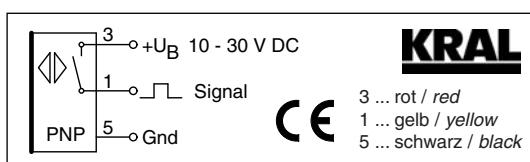

Abb. 9 Anschlusssschaltbild BEG 44
7. Gewindedeckel **624.3** festschrauben. Impulsgeber anschließen, dabei Anschlusschaltbild beachten, siehe Abb. 9, Seite 30.